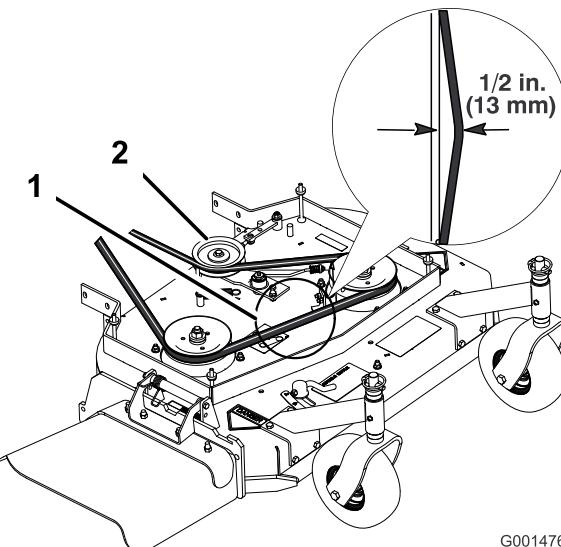

Figura 52
Nota: La tensión correcta de la correa del cortacésped es de 44-67 N (10-15 lbf) con la correa desviada 13 mm (1/2 pulg.) en el punto intermedio entre las poleas (Figura 52 o Figura 53).
3. Afloje la contratuerca del tensor (Figura 52).
4. Gire el tensor hacia la parte trasera del cortacésped para aumentar la tensión de la correa. Gire el tensor hacia la parte delantera del cortacésped para reducir la tensión de la correa (Figura 52).
Nota: La tensión correcta de la correa del cortacésped es de 44-67 N (10-15 lbf.) con la correa desviada 13 mm (1/2 pulg.) en el punto intermedio entre las poleas (Figura 52).